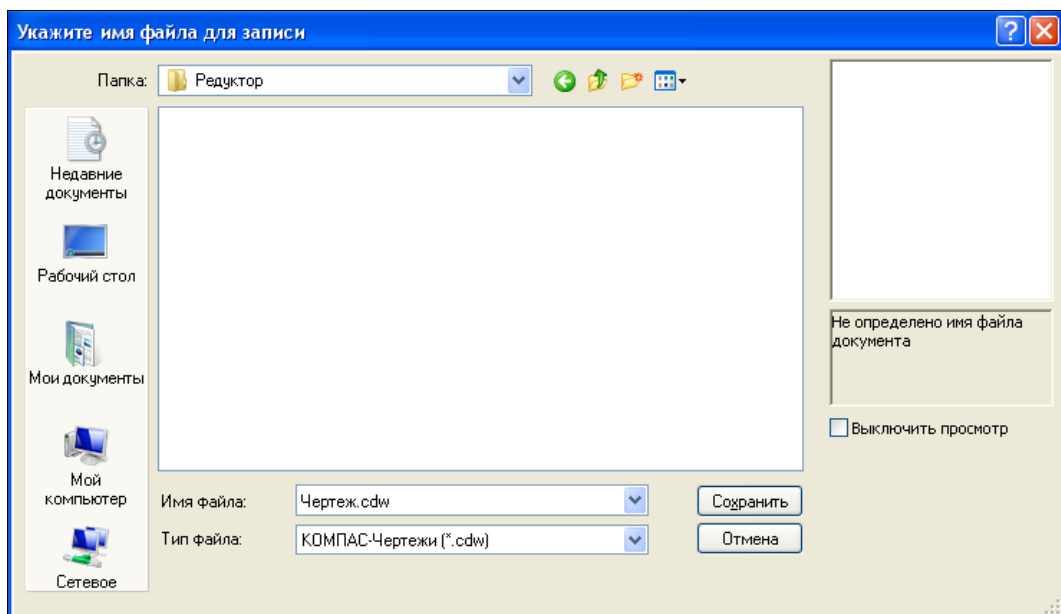

Рис. 1.10. Диалоговое окно **Укажите имя файла для записи**
- ◆ в строке меню щелкните ЛК мыши по пункту **Файл ► Сохранить**. В диалоговом окне **Укажите имя файла для записи** (рис. 1.10) откройте или создайте папку для хранения созданной документации;